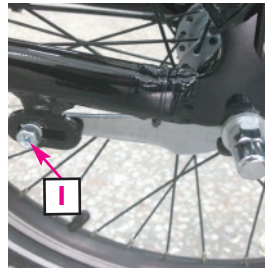

Abb. 18
1. Am Schaltdrehgriff (3) den ersten Gang einlegen.
2. Schraube des Bremsgegenhalters (I) (Abb. 18) lösen.